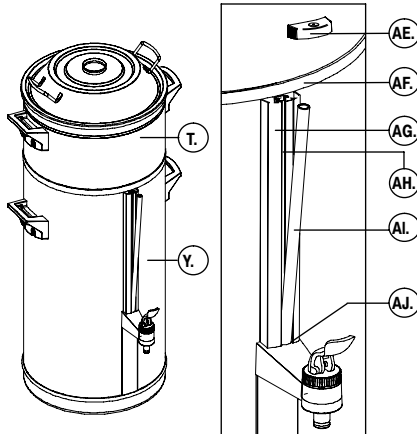

Fig. 10 Pulizia del vetro spia
- Pulire il vetro spia (vedere fig. 10).